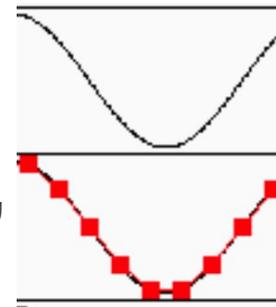

図1
リード振動とマウスピース共鳴振動の周波数を図1のように
**このように振動（力）を出す側と、振動（力）を受ける側が同時に同方向動いている時は、振動（力）を受ける側を抑えると、振動を出す側の振動（力）が増える原理です。（図1）**